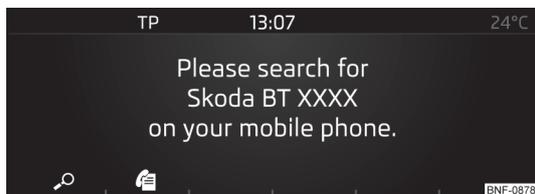

Fig. 106
- Si no está conectado **ningún** teléfono con el equipo, entonces pulsar la tecla **PHONE** → 🔍 » fig. 106.
- Si no está conectado **ningún** teléfono con el equipo, entonces pulsar la tecla **PHONE** → ☰ » fig. 106.